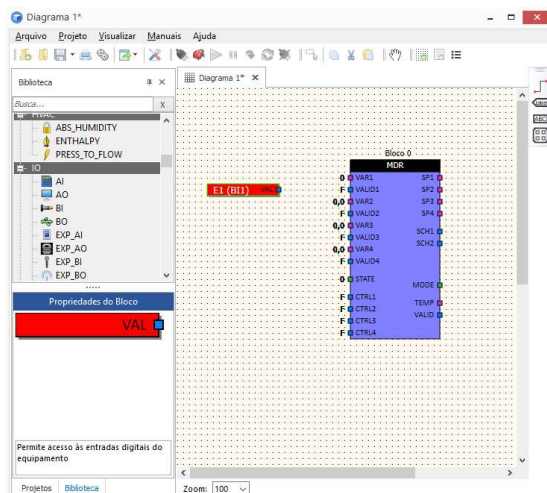

Figura 3
5. Busque o bloco BI na categoria "IO" e o arraste para o diagrama (figura 3);